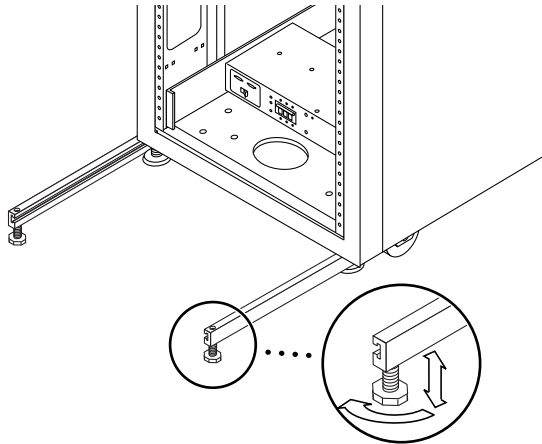

FIGURE 2-4 Réglage des pieds de mise à niveau sur le pied de stabilisation
5. Utilisez la clé de nivellement pour régler les pieds de stabilisation de manière à ce qu'ils soient en contact avec le sol (FIGURE 2-4).